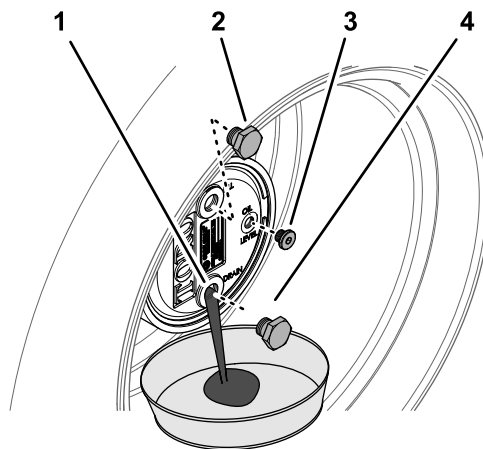

Figura 139
2. Retire el tapón de llenado en la posición de las 12 y compruebe el tapón en la posición de las 3 (Figura 139).
3. Coloque un recipiente debajo del cubo planetario, retire el tapón de vaciado en la posición de las 6 y deje que se drene el aceite (Figura 139).
5. Instale el tapón de vaciado en el orificio de vaciado del alojamiento de los engranajes planetarios (Figura 139).